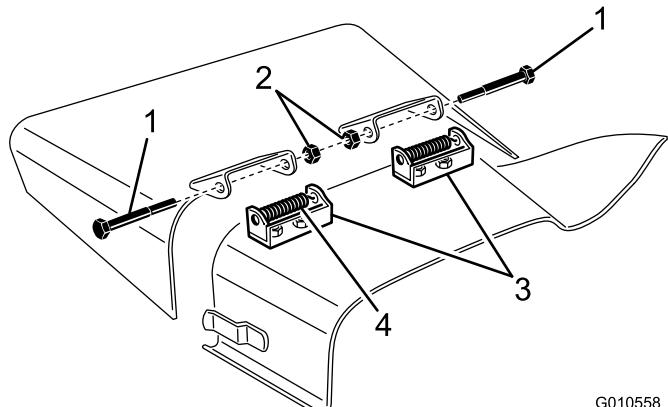

図 29
- デフレクタマウントをピボットブラケットに固定しているキャップスクリュ、ロックナット、スプリングを外す(図 29)。
- ピボットブラケットを外すには、キャリッジボルトとナットを外す図 29。